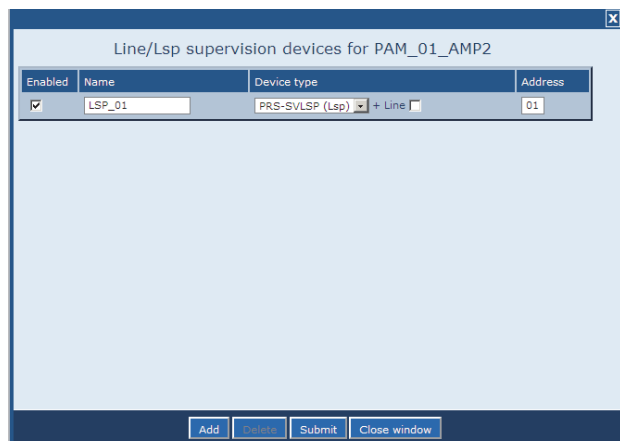

figura 44.18: Aggiunta di un dispositivo di supervisione, passaggio 4
- 4 Fare clic sul pulsante *OK* per aggiungere il dispositivo di supervisione all'uscita audio dell'amplificatore di potenza. Appare una schermata simile a quella in figura 44.18.